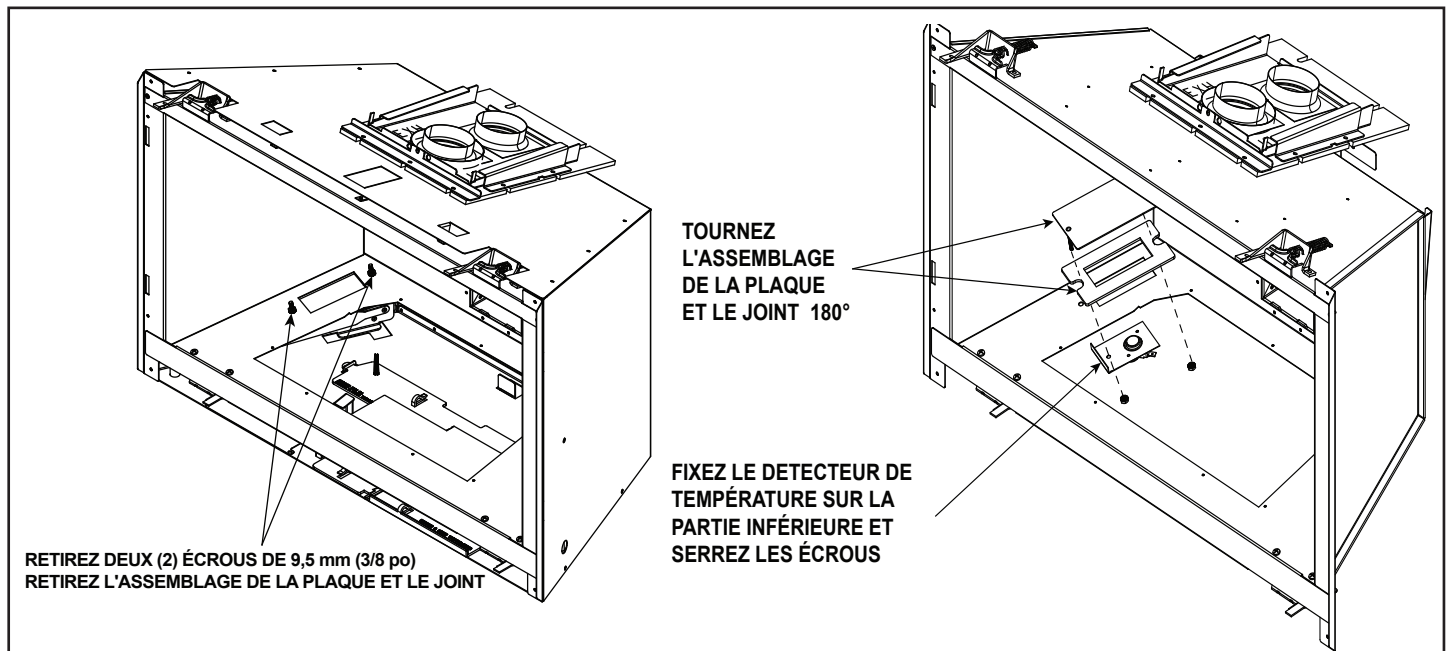

Figure 6.6 Installation du capteur de température
- Installez et branchez le ventilateur selon les directives fournies avec ce dernier. Les figures 6.6 et 6.7 présentent également des détails supplémentaires.